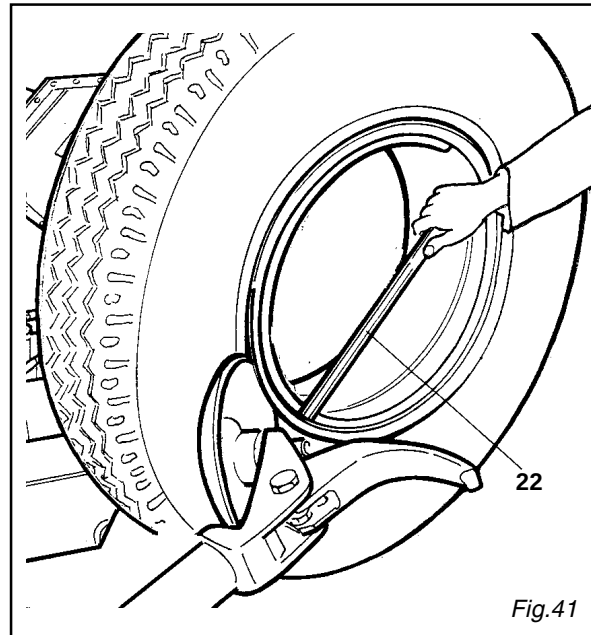
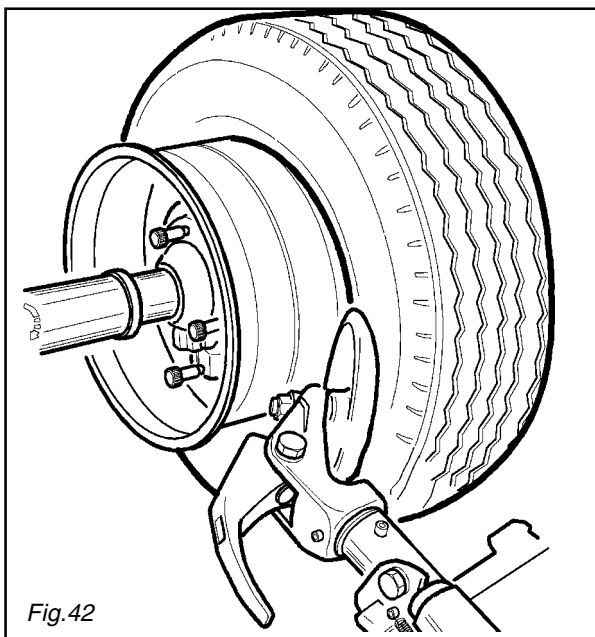

Fig. 41
Fig. 42
5) Ripetere l'operazione facendo però avanzare il disco stallonatore contro il cerchietto (vedi fig. 41) fino a liberare l'anello di bloccaggio che verrà poi estratto con l'apposita leva (22) o con l'aiuto del disco stallonatore. Rimuovere il cerchietto.
6) Allontanare il braccio porta utensili (17) dal bordo del cerchio. Sganciare il cricchetto e sollevare il braccio in posizione di fuori lavoro. Traslare il braccio porta utensili sul lato interno della ruota.
8) Ruotare l'autocentrante e contemporaneamente fare avanzare il disco stallonatore a brevi scatti seguendo il profilo del cerchietto, fino al completo distacco del secondo tallone (N.B.: durante l'operazione lubrificare). Continuare a spingere sul pneumatico, facendo avanzare il disco stallonatore, fino a che, circa metà del pneumatico, non sia uscito dal cerchio (vedi Fig. 42).
10) Traslare la pedana mobile (10) fino a portarla sotto la verticale del pneumatico.
- 5) Repeat this procedure but this time bring the disk against the split-ring (Fig. 41) until the lock ring is released. Remove this with the special lever (22) or with the help of the disk. Remove the split-ring.
- 6) Move the tool carrier arm (17) away from the edge of the rim. Release the hook and tip the arm to its non-working position. Move the tool carrier arm to the inside plane of the wheel.
Go on pressing the tyre and let the disk move forward until half tyre has been detached from rim (Fig. 42).
- 5) Répéter l'opération en faisant avancer le disque contre le cercle (voir fig. 41) jusqu'à libérer la bague de blocage qui sera ensuite enlevée au moyen du levier (22) ou à l'aide du disque décolle-talons. Enlever le cercle.
Continuer à pousser sur le pneu en faisant avancer le disque décolle-talons jusqu'à ce que la moitié du pneumatique soit sorti de la jante (voir Fig. 42).
- 5) Den Vorgang wiederholen, aber die Abdrückscheibe gegen den Spaltring (vgl. Abb. 41) bewegen, bis wann der Sperring freigegeben wird. Dann dieser mit Hebel (22) oder der Abdrückscheibe herausziehen und Spaltring entfernen.
Weiter auf den Reifen drücken, indem man die Abdrückscheibe vorlaufen läßt, bis etwa die Hälfte des Wulstes aus der Felge gelöst ist (Abb. 42).